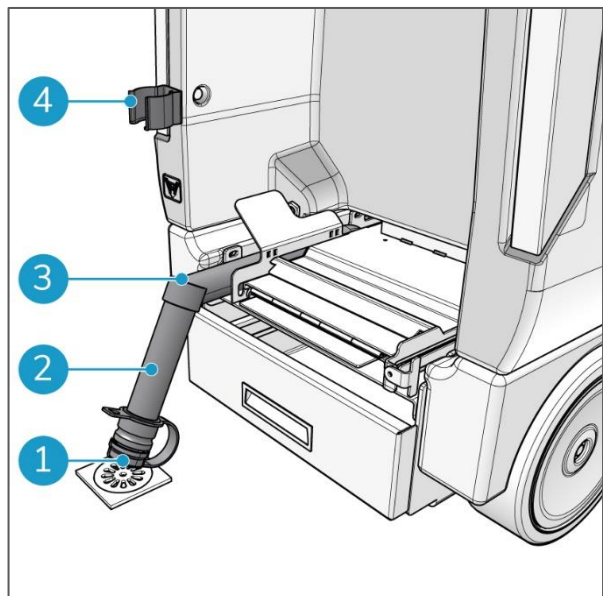

Figura 47
5. Suelta el tubo del agua residual del depósito de recuperación (Figura 47, pos. 2) de la abrazadera (Figura 47, pos. 4).
6. Dobla el tubo para crear un tapón (Figura 47, pos. 3).
8. Afloja la tapa (Figura 47, pos. 1) del tubo de agua residual del depósito de recuperación.
13. Cuando el depósito de recuperación esté limpio, coloca el tubo de agua residual del depósito de recuperación en la abrazadera (Figura 47, pos. 4).
14. Aprieta la tapa del tubo de agua residual del depósito de recuperación (Figura 47, pos. 1). Ciérralo correctamente para evitar la aspiración no deseada de aire.